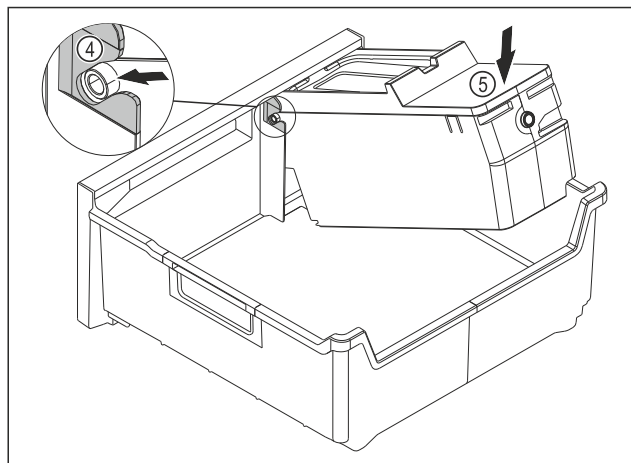

Fig. 147
- ▶ Montirajte glavni del EasyTwist-Ice: Osi glavnega dela EasyTwist-Ice potisnite v vodila Fig. 147 (4).
- ▶ Glavni del EasyTwist-Ice Fig. 147 (5) potisnite zadaj navzdol.